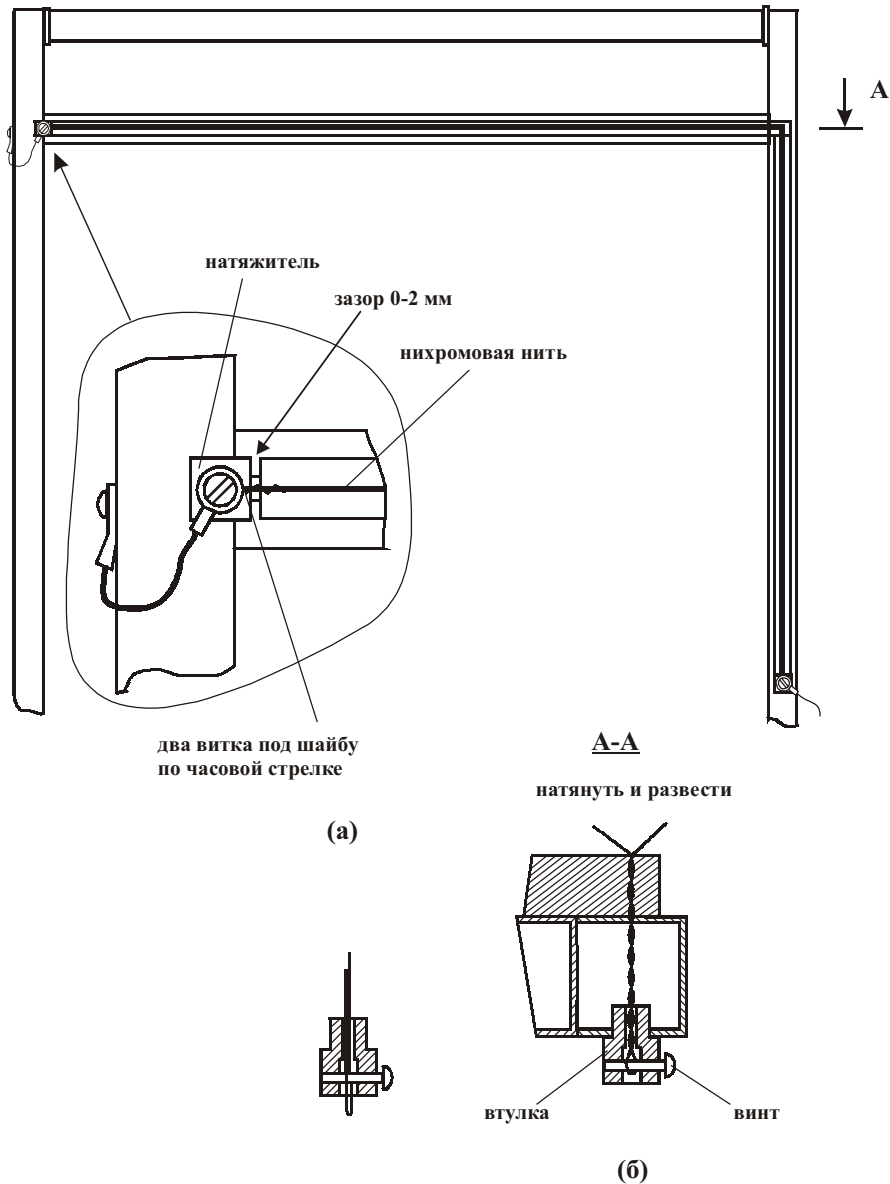

Рис. 2. Схема установки импульсного ножа
2. В случае обрыва нихромовой нити или прогара тефлонового покрытия термонोजа, вследствие нарушения правил эксплуатации или работы аппарата в режиме интенсивной эксплуатации, замену вышедших из строя элементов производит покупатель. Замена нихромовой нити осуществляется в следующем порядке (рис. 2):
– Создать скрутку (5–6 витков) нихромовой проволоки на участке вблизи от втулки. Продеть концы нихромовой проволоки в отверстие текстолитовой полурамы и с небольшим натягом развести их в стороны, как показано на рис. 2б.
– Привести натяжитель в крайнее правое положение (рис. 2а) и, удерживая его, намотать под шайбу (по часовой стрелке) с натягом два витка нихромовой проволоки, после чего, сохраняя натяг, затянуть винт. После отпускания натяжитель не должен отходить более чем на 2 мм от упора, иначе при нагреве он может выпасть из гнезда.